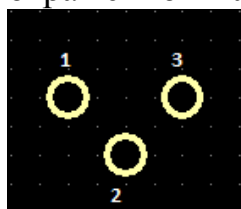

Рис. 3.4.2
4) Перенумеровать контакты. Для этого щелкнуть ПК по первому контакту. В меню выбрать **Pad Number** и установить значение, равное 1. Прodelать то же для остальных контактов, задав номера в порядке, отраженном на рис. 3.4.2